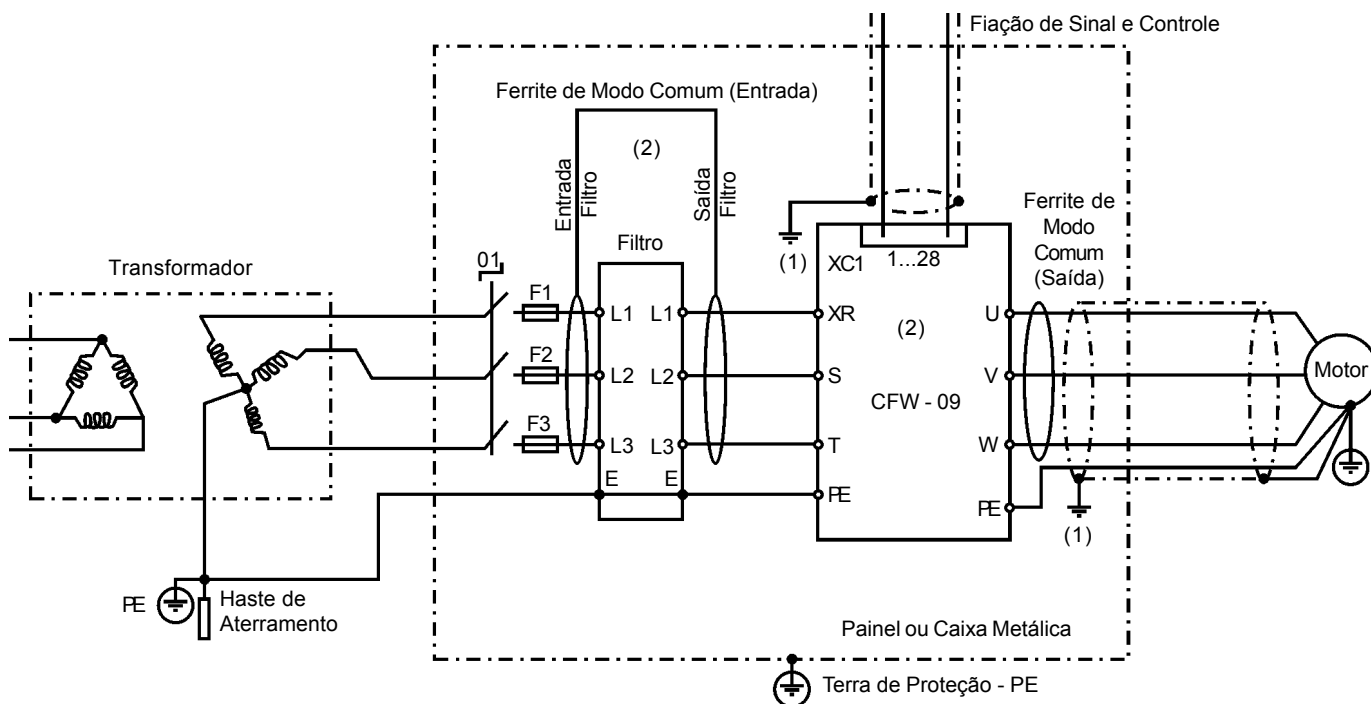

Figura 3.18 - Conexão dos filtros de compatibilidade eletromagnética (EMC)
1. Filtros indicados na Tabela de filtros/medidas de EMC e conectados conforme recomendado na Figura 3.18.